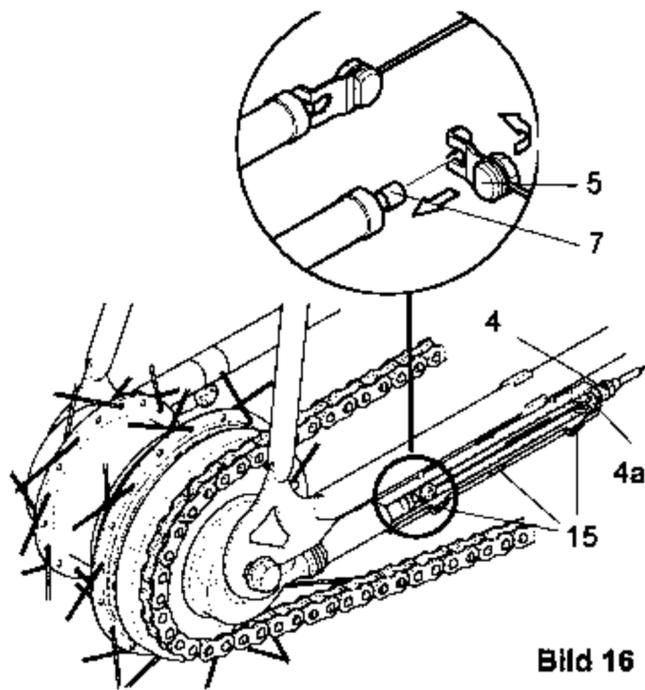

Bild 16
Schaltzug anschließen (Bild 16)
- Verbindungsglasche (5) auf den Rastbolzen der Federhülse (7) setzen und umklappen.
- Einstellschraube (4) mit Mutter in die Aussparung (4a) im Clickstick einsetzen.
- Zum Schließen des Deckels die Verschlussteile (15) in die Öffnungen am Clickstickgehäuse führen und einrasten lassen. (Bild 16)
- Seilhülle in den Befestigungspunkten wieder so verschieben, daß die Seilhülle sauber am Rahmen entlang verläuft und der Bogen am Lenker den notwendigen Lenkeinschlag gewährleistet. Zur Kontrolle mit dem Drehgriffschalter von Gang 12 nach Gang 1 durchschalten. (Bild 16)